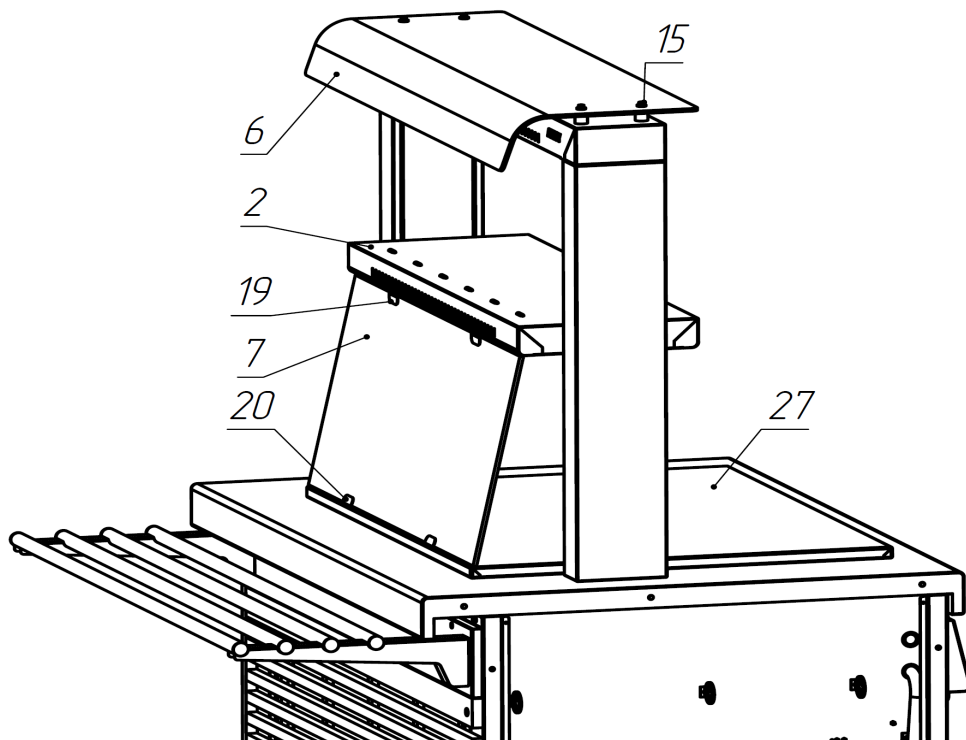

Рис. 4.2
- Пропустить жгут (провод) через отв. в столешнице, установить полку на столешницу и закрепить её крепёжными элементами поз. 10, 11, 12 (см. рис. 4.2, и таблицу **приложение 2**). Полку следует ориентировать так, чтобы тиснение надписи **ATESY** на ней было обращено в сторону направляющей (см. рис. 4.2);
- **Внимание!** Установка лобового стекла поз. 7 производится после установки полки на тумбу соответствующего модуля поз. 27. Для этого в отверстия нижней полки поз. 2 вставляются верхние держатели лобового стекла поз. 19 при помощи крепёжных элементов поз. 21, 22, 23. В пазы на модуле поз. 27 устанавливаются нижние держатели лобового стекла поз. 20, в которые устанавливается лобовое стекло поз.7 (см. рис.4.2 и таблицу **приложения 2**).